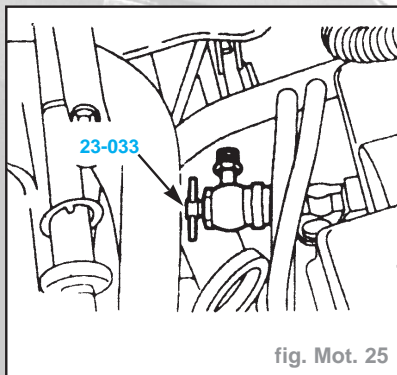

fig. Mot. 25
- S'assurer que le robinet du raccord de contrôle de pression soit tourné à fond dans le sens inverse des aiguilles d'une montre et adapter le raccord **23-033** sur la valve Schrader (fig. Mot. 25).
- S'assurer que le robinet du raccord de contrôle soit tourné à fond dans le sens inverse des aiguilles d'une montre et adapter le raccord **23-033** sur la valve Schrader (fig. Mot. 25).